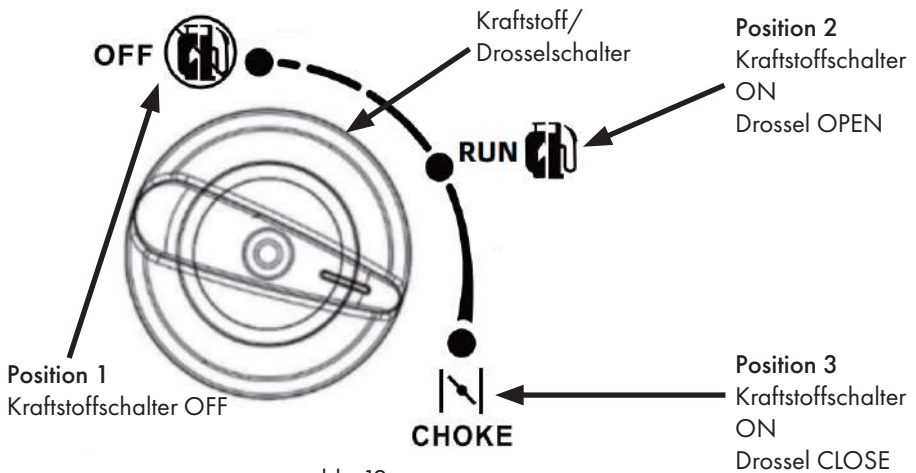

abb. 12
- Drehen Sie den Kraftstoff-/Drosselschalter für den Kaltstart in Position 3. Siehe Abb. 12 für die richtige Kaltstartposition.
- Wiederholen Sie den Vorgang wie beim Kaltstart, aber drehen Sie den Kraftstoff-/Drosselschalter auf Position 2, um einen Warmstart durchzuführen. Siehe Abb. 12 für die richtige Warmstartposition.
- Schließen Sie den Kraftstoff-/Drosselschalter, indem Sie ihn auf Position 1 stellen. Siehe Abb. 12.